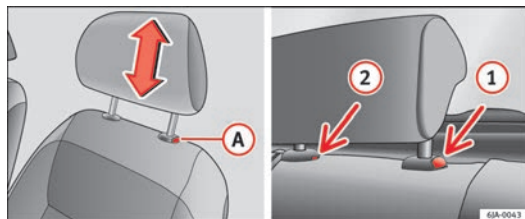

Fig. 73 Encostos de cabeça: ajuste/desmontagem do encosto de cabeça
- Para baixar o apoio de cabeça, mantenha pressionada com uma mão o botão (A) ⇒ Fig. 73 e empurre com a outra mão para baixo.
- Pressione a segurança (A) ⇒ Fig. 73 e extraia o encosto de cabeça.
- Pressione a segurança (1) ⇒ Fig. 73, pressionando em simultâneo com uma chave de fendas plana de 5 mm de largura máx. a segurança no orifício (2) e retire o encosto de cabeça.